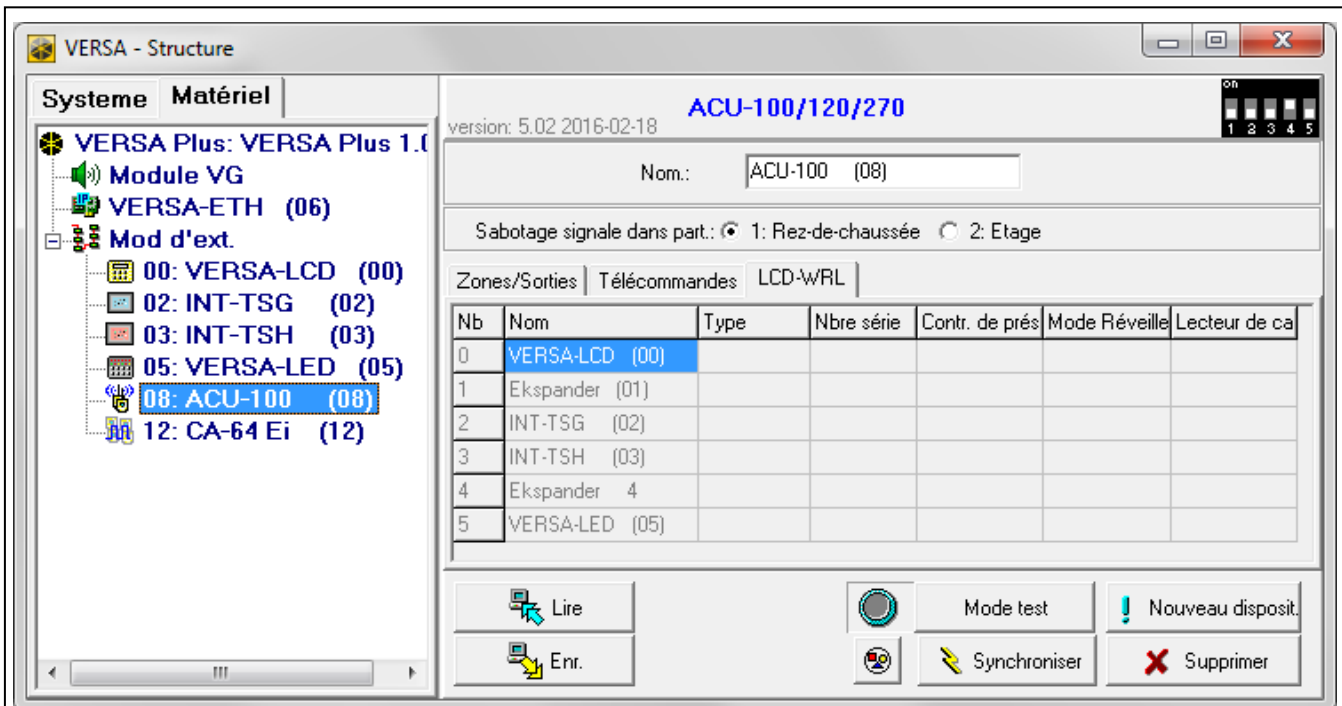

Fig. 3. Programme DLOADX : paramètres du clavier stockés dans le contrôleur du système ABAX.
Vous pouvez ajouter des claviers sans fil dans la fenêtre « Versa – Structure », onglet « Matériel », en cliquant sur le nom du contrôleur du système ABAX sur la liste de dispositifs et ensuite sur l'onglet « LCD-WRL » (voir : fig. 3 p. 6).
Vous pouvez supprimer des claviers sans fil dans la fenêtre « Versa – Structure », onglet « Matériel », en cliquant sur le nom du contrôleur du système ABAX sur la liste de dispositifs et ensuite sur l'onglet « LCD-WRL » (voir : fig. 3 p. 6).
- programme DLOADX : →fenêtre « Versa – Structure » →onglet « Matériel » →branche « Modules d'extension » →[nom du contrôleur du système ABAX] →onglet « LCD-WRL » (voir : fig. 3),